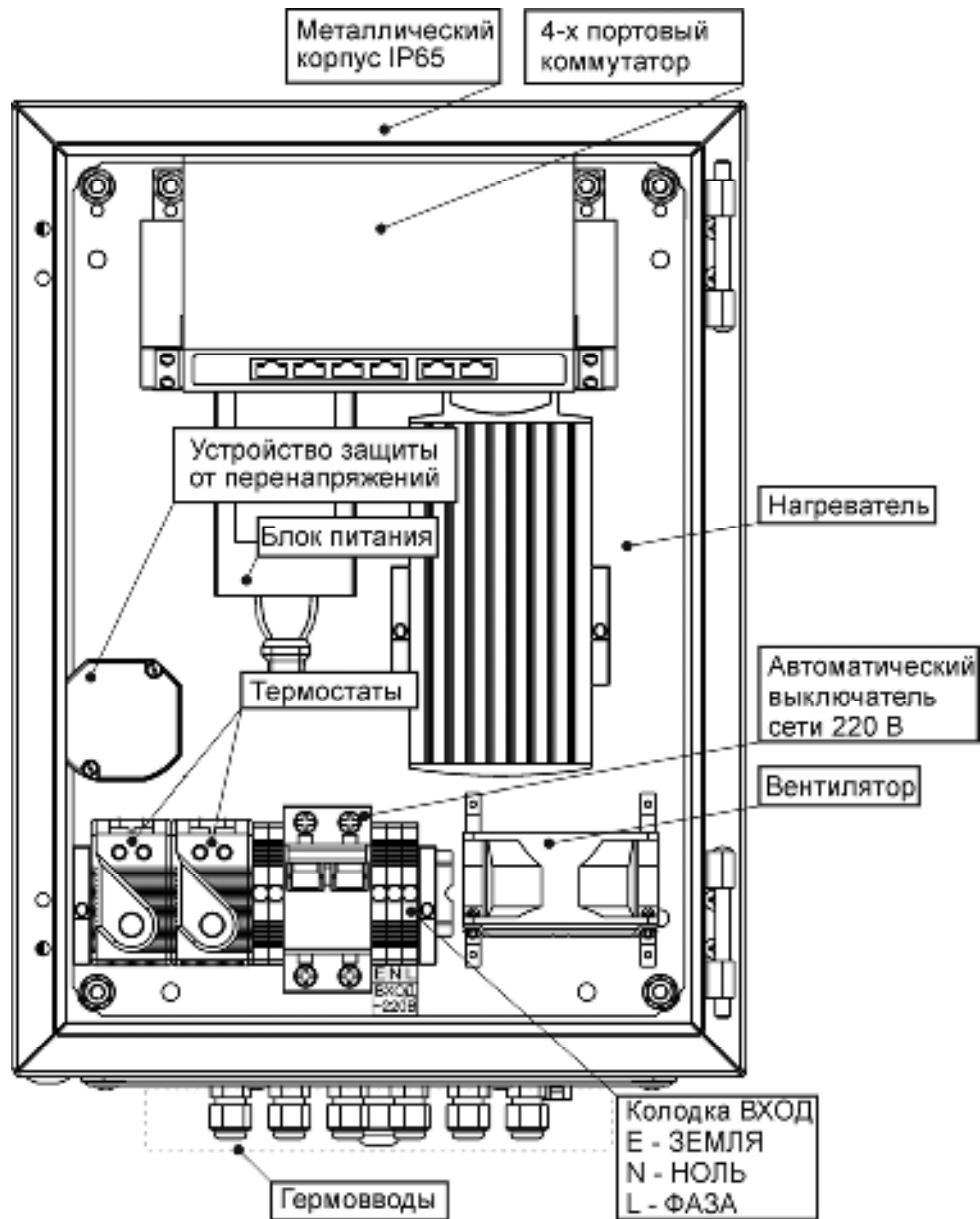

Рисунок 3 - вид изделия с открытой дверцей
При открытой дверце осуществляется доступ к 4-х портовому коммутатору (далее по тексту: коммутатор), автоматическому выключателю и клеммной колодке ВХОД ~ 220В расположенной на DIN-рейке (см. рисунок 3).
- Провод заземления подключите к клемме Е (ЗЕМЛЯ) на колодке «ВХОД» (см. рисунок 3).
- Подключите, соблюдая фазировку, к клеммам колодки «ВХОД» изделия сетевые провода N (НОЛЬ) и L(ФАЗА) (см. рисунок 3).